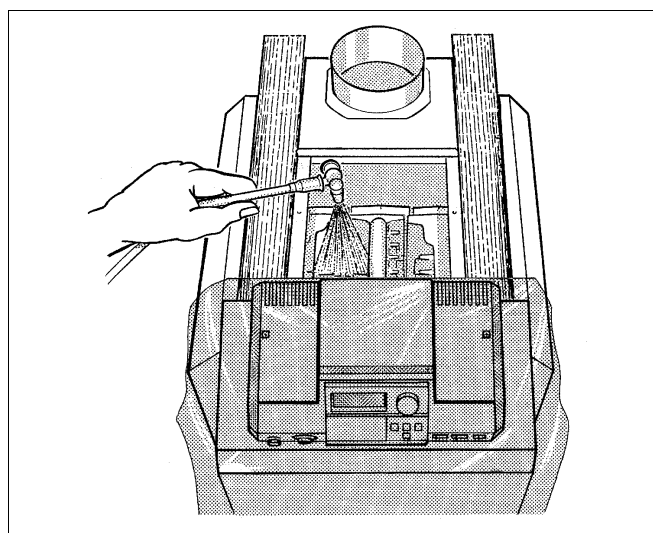

Fig. 41 Nettoyage par pulvérisation
- Pulvériser le produit nettoyant uniformément par le haut dans les carnaux de fumées (fig. 41).